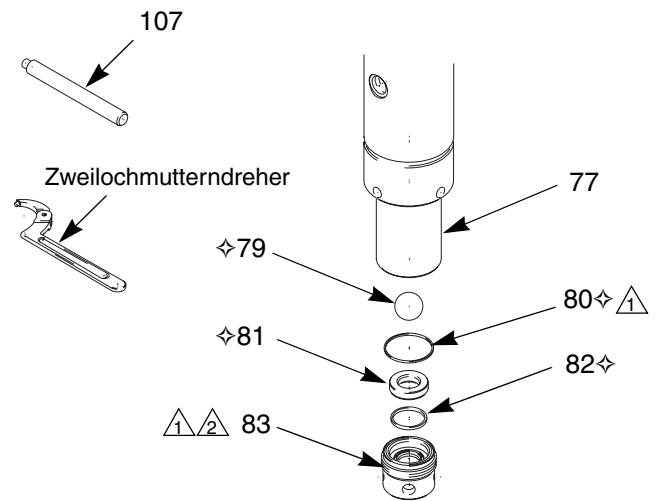

ABB. 12. Einlaßventil
2. Mit dem im Lieferumfang enthaltenen Werkzeug (107) oder einem Zweilochmutterndreher das Einlassgehäuse (83) vom unteren Zylinder (77) abschrauben. Das Einlaßventil zerlegen. Siehe ABB. 12.
4. Die Dichtungen (80⇄, 82⇄) und den Sitz (81⇄) austauschen. Die Dichtung (80⇄) sowie das Gewinde am Gehäuse (83) einfetten. Die Kugel (79⇄) auf den Sitz legen. Das Gehäuse in den unteren Zylinder (77) schrauben. Mit 47-54 Nm festziehen.